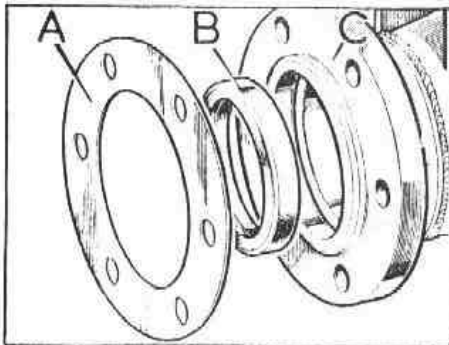

Fig. F-33 Retén de aceite y junta del cárter del eje
- 2.1. Antes de llevar a cabo el montaje del cárter del pivote, se revisará el retén de aceite, B (Fig. F-33), del extremo del cárter del eje, y si fuese necesario, se instalará uno nuevo.